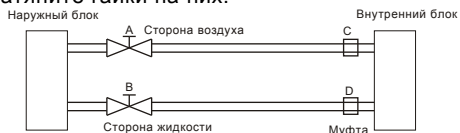

Рис. 20
■ Если соединительная труба имеет длину не более 5 метров, используйте хладагент в наружном блоке для выпуска воздуха (50-100 г хладагента используется для опустошения трубы до поставки наружного блока, согласно Рис. 20).